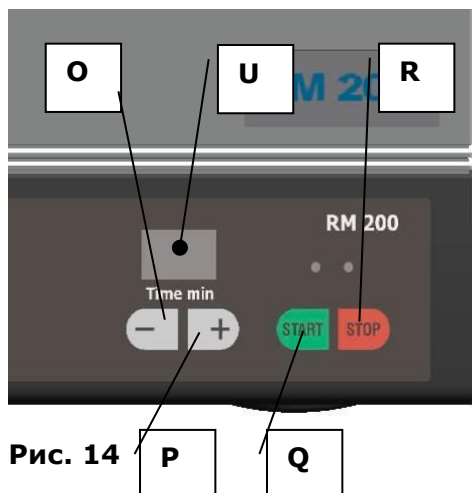

Рис. 14
- При помощи клавиш + / - **O** и **P** установить желаемую продолжительность измельчения. **Рис. 14**
- Нажать клавишу останова **R. Рис. 14**
Предварительное измельчение: Рис. 14
Тонкое измельчение: Рис. 14